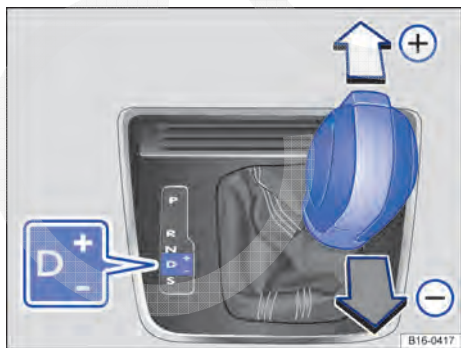

Fig. 144 Alavanca seletora na posição Tiptronic (veículos com direção à esquerda). Veículos com direção à direita são espelhados.
- Mover a alavanca seletora para frente (+) ou para trás (-) para aumentar ou diminuir a marcha → Fig. 144.